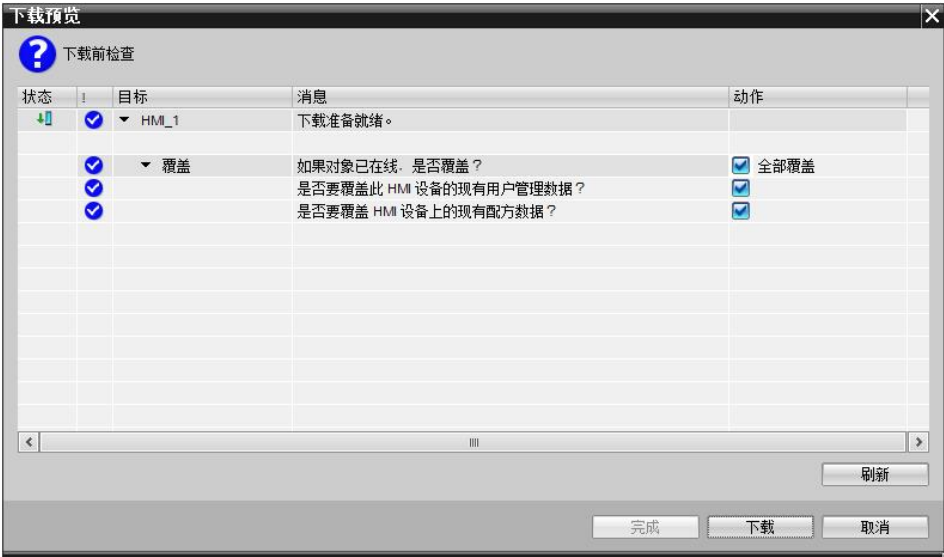

图 3-12
4. 下载之前，软件将会对项目进行编译，只有编译无错后才可进行下载，如发现编译错误请将错误排除后再次进行下载操作。如图 3-12 所示，可选择是否覆盖 HMI 设备的现有用户管理数据及配方数据，然后单击“下载”按钮来完成操作面板的项目下载。